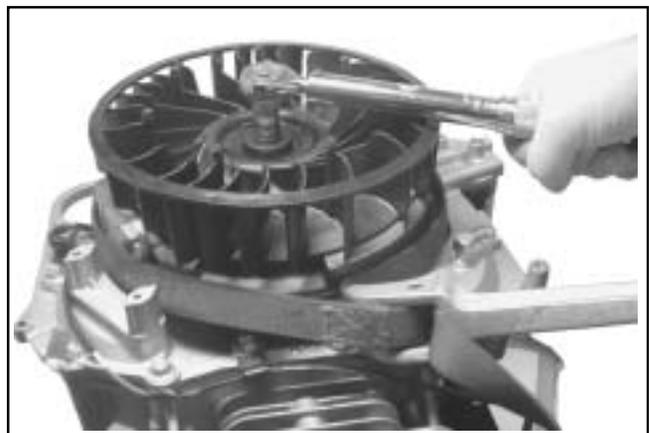

Figura 10-46. Serraggio del volano.
5. Tenere fermo il volano con una chiave a nastro oppure con l'apposito attrezzo. Serrare la vite esagonale a **66,5 N·m (588 in. lb.)**. Vedere Figura 10-46.